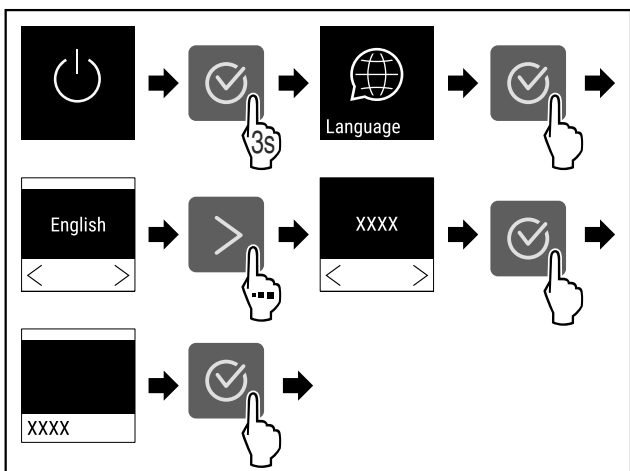

Fig. 55
- ▶ Provedte akční kroky (viz Fig. 55).